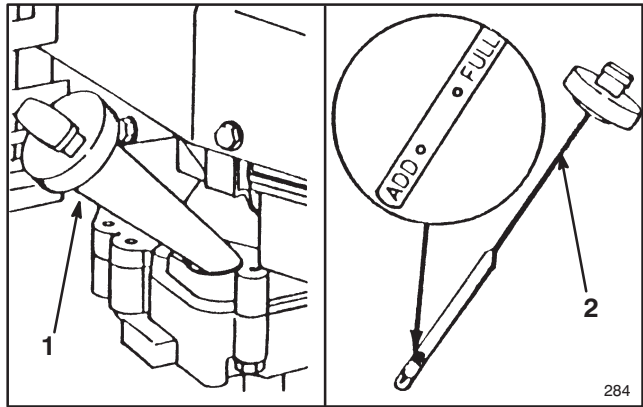

Abbildung 6
Kurbelgehäuse mit Öl vom Typ SAE 30 oder 10W30 bis zur FULL-Markierung am Peilstab auffüllen (siehe Abb. 6). Das Kurbelgehäuse faßt maximal 0.75 Liter Öl. Verwenden Sie qualitativ hochwertige Öle, die den API (American Petroleum Institute) Normen SE, SG oder SH entsprechen.
Vor jedem Gebrauch sicherstellen, daß sich der Ölstand zwischen den am Ölmeßstab angebrachten Markierungen FULL (VOLL) und ADD (NACHFÜLLEN) befindet (Abb.6). Öl nachfüllen, falls der Ölstand zu niedrig ist.
3. Meßstab abwischen und in den Einfüllstutzen einführen. Verschuß 1/4-Drehung im Uhrzeigersinn drehen. Danach Ölmeßstab wieder herausziehen und Ölstand kontrollieren (Abb.6). Ist der Ölstand zu niedrig, nur soviel Öl nachfüllen, bis die Markierung FULL am Ölmeßstab erreicht ist. **AUF KEINEN FALL ÜBER DIE VOLL-MARKIERUNG HINAUS AUFFÜLLEN; DA DIES ZU SCHÄDEN AM MOTOR BEIM STARTEN FÜHREN KANN. ÖL LANGSAM EINFÜLLEN.**
1. **ÖLSTAND KONTROLLIEREN**—Der Ölstand sollte stets zwischen der oberen (VOLL) und unteren (NACHFÜLLEN) Marke des Ölmeßstabs liegen (Abb. 6).